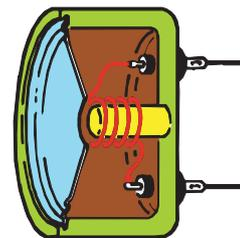

Figure 189 : Les microphones dits magnétiques sont de petits haut-parleurs. Leur membrane génère, en vibrant, une faible tension alternative.
- **Electromagnétiques** – Ils sont ainsi appelés car sur leur membrane est entourée une bobine qui bouge au-dessus d'un aimant, de la même façon que sur un quelconque haut-parleur (voir figure 189). Quand cette membrane commence à vibrer, une faible tension se crée aux bornes de la bobine qu'il faut ensuite amplifier de façon appropriée. Même un simple haut-parleur peut être utilisé comme un microphone. En effet, si on parle devant son cône de papier, celui-ci vibrera et on pourra alors prélever sur ses bornes, une tension alternative de quelques millivolts.